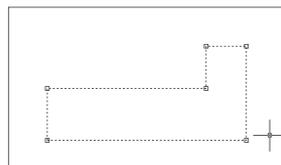

图 15-52 连接成的整体多段线对象
(6) 按 **Enter** 键结束 **pedit** 命令, 就可以将选取的所有线段改变成单一的多段线对象。如图 15-52 所示。